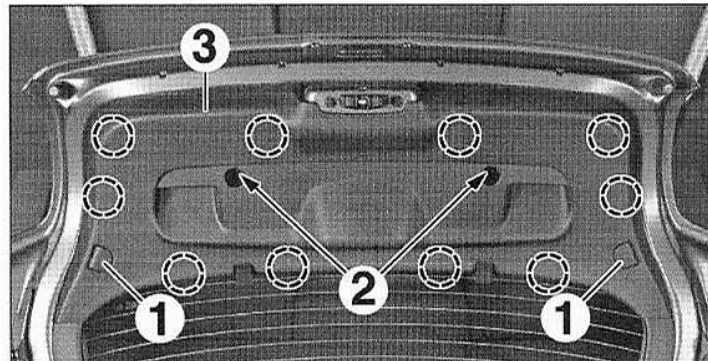
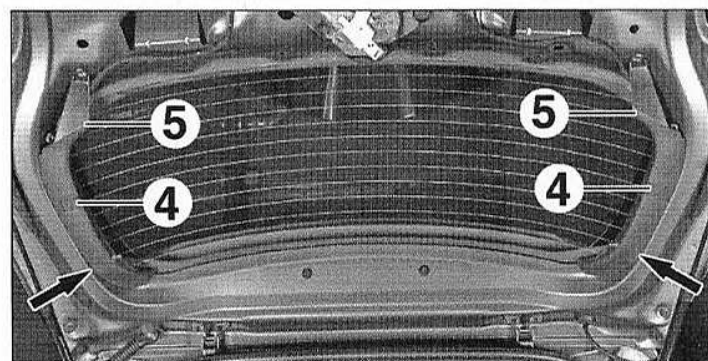

FIG.31
FIG.32
- Déposer (Fig.31) :
- les caches (1) et les vis situées derrière,
- les vis (2).
- Dégrafer et déposer la garniture inférieure de hayon (3).
- Déposer les caches (4) et les vis situées derrière (Fig.32).
- Dégrafer les garnitures latérales de hayon (5) en exerçant une pression suivant les flèches.